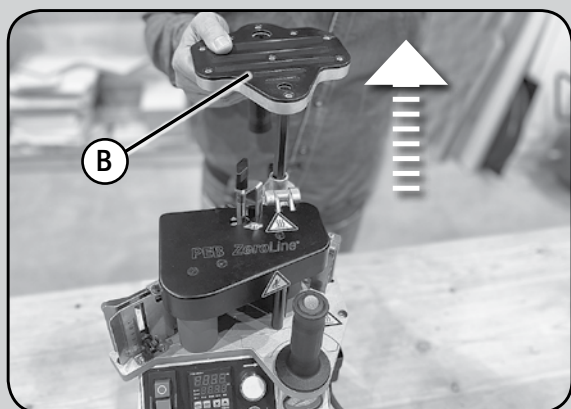
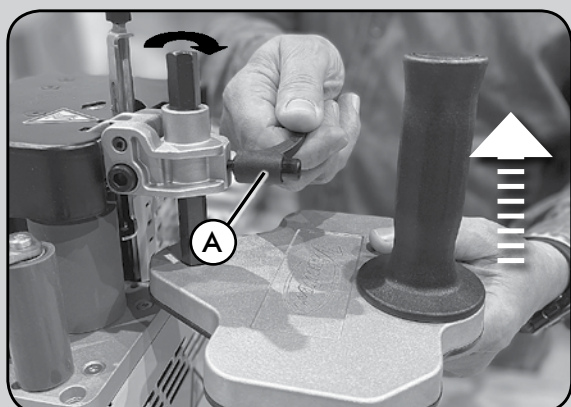

Fig. 3
Fig. 4
- Dévissez la poignée A (Fig. 4) et retirez le guide de support B (Fig. 3) et montez-le comme indiqué dans la (Fig. 4).